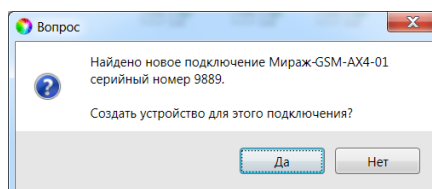

Рис. 5.11. Окно *Вопрос*
2. Подключите контроллер к ПК с помощью кабеля USB — mini-USB (см. схему в Приложении 1). В открывшемся окне *Вопрос* нажмите кнопку *Да* (рис. 5.11).